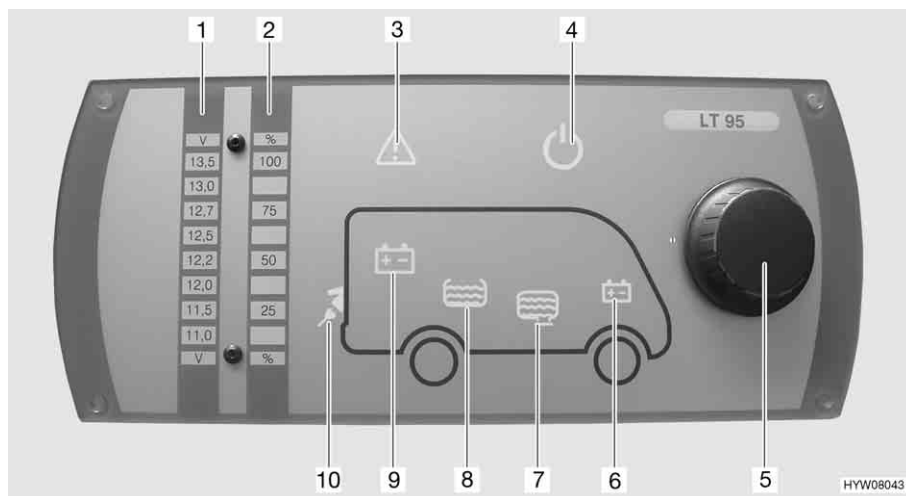

Fig. 50 Pannello di controllo (LT 95)
Il pulsante a rotazione (Fig. 50,5) inserisce o disinserisce il pannello di controllo e l'alimentazione a 12 V dell'abitacolo.
- Premere il pulsante a rotazione (Fig. 50,5): L'alimentazione a 12 V dell'abitacolo è inserita. La spia di controllo a 12 V (Fig. 50,4) diventa verde.
- Premere il pulsante a rotazione (Fig. 50,5): L'alimentazione a 12 V dell'abitacolo è disinserita. La spia di controllo a 12 V (Fig. 50,4) si spegne.
Mediante il pulsante a rotazione (Fig. 50,5) si possono interrogare sia la tensione della batteria dell'abitacolo che la tensione della batteria di avviamento. La tensione viene visualizzata sulla scala indicatore per la tensione della batteria (Fig. 50,1).
- Ruotare il pulsante a rotazione (Fig. 50,5), finché si accende il simbolo della batteria della quale deve essere interrogata la tensione.
Viene indicata la tensione della batteria dell'abitacolo (Fig. 50,9)
Viene indicata la tensione della batteria di avviamento (Fig. 50,6)
- Leggere la tensione sulla scala indicatore della tensione della batteria (Fig. 50,1).
Mediante il pulsante a rotazione (Fig. 50,5) si possono interrogare sia il livello del serbatoio dell'acqua che il livello del serbatoio delle acque grigie. Il livello viene visualizzato sulla scala indicatore livello dei serbatoi (Fig. 50,2).
- Ruotare il pulsante a rotazione (Fig. 50,5), finché si accende il simbolo del serbatoio del quale deve essere interrogato il livello.
Viene indicato il livello del serbatoio dell'acqua (Fig. 50,8)
Viene indicato il livello del serbatoio delle acque grigie (Fig. 50,7)
- Leggere il livello sulla scala indicatore del livello serbatoio (Fig. 50,2).
La spia luminosa Alarm (Fig. 50,3) lampeggia non appena i valori limite fissati vengono superati per eccesso o per difetto.
La spia luminosa Alarm (Fig. 50,3) lampeggia non appena la tensione della batteria scende al di sotto di 11 V. Se l'alimentazione a 12 V è accesa, si accende anche il relativo simbolo della batteria (Fig. 50,6 o 9), e l'indicatore "11,0" sulla scala indicatore della tensione della batteria (Fig. 50,1) lampeggia. Rischio di uno scaricamento totale della batteria.
La spia luminosa Alarm (Fig. 50,3) lampeggia ed il relativo simbolo del serbatoio (Fig. 50,7 o 8) si accende non appena il serbatoio dell'acqua è vuoto o il serbatoio delle acque grigie è pieno.
La spia di controllo a 230 V (Fig. 50,10) si accende quando all'ingresso della centralina elettrica è presente una tensione di rete.